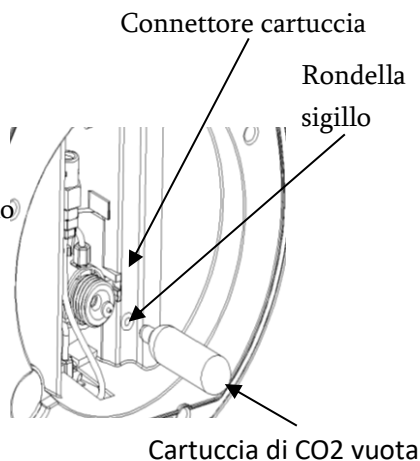

Figura 32
2. Installare una nuova cartuccia nel regolatore (lasciare la punta verso l'esterno), e installare la rondella di tenuta (come in figura 32). Non rimuovere altre parti del regolatore nel processo di sostituzione.